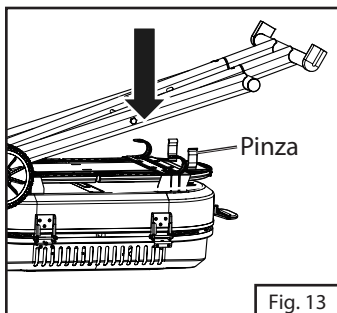

Fig. 13
12. Presione las patas firmemente hacia abajo hasta que enganchen en la pinza. (Fig. 13)